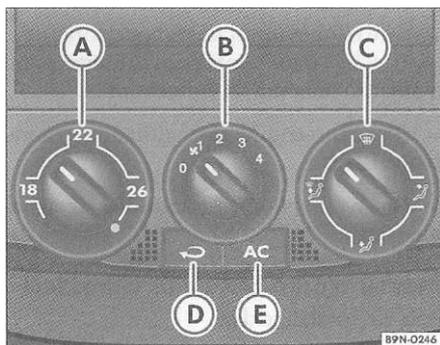

Fig. 84 No painel de instrumentos: comandos do Climatic
- Gire o interruptor => fig. 84 © para ajustar a temperatura, o interruptor © para ajustar a velocidade de ventilação e o interruptor © para ajustar a distribuição do ar.
- Desligue o ar condicionado pressionando a tecla => Página 102, fig. 84 (Ãc). Apaga-se a luz na tecla.
- Gire o interruptor da temperatura => Página 102, fig. 84 © para a direita, até atingir a temperatura desejada.
- Posicione o interruptor de distribuição do ar © para direcionar o fluxo de ar para a posição desejada: (W) (para o pára-brisa), (3) (para a região do tórax), (P) (para a região dos pés) e (ã) (para a região do pára-brisa e dos pés).
- Ligue o ar condicionado pressionando a tecla => Página 102, fig. 84 (Ãc). Acende-se a luz na tecla.
- Gire o interruptor da temperatura => Página 102, fig. 84 @ para a esquerda, até atingir a temperatura desejada.
- Posicione o interruptor de distribuição do ar © para direcionar o fluxo de ar para a posição desejada: (W) (para o pára-brisa), (2) (para a região do tórax), (I) (para a região dos pés) e (lã) (para a região do pára-brisa e dos pés).
- Quando o interruptor => Página 102, fig. 84 @ estiver na posição O (para a região do tórax), terá que haver, pelo menos, um difusor aberto no painel de instrumentos, para não congelar o sistema de refrigeração.